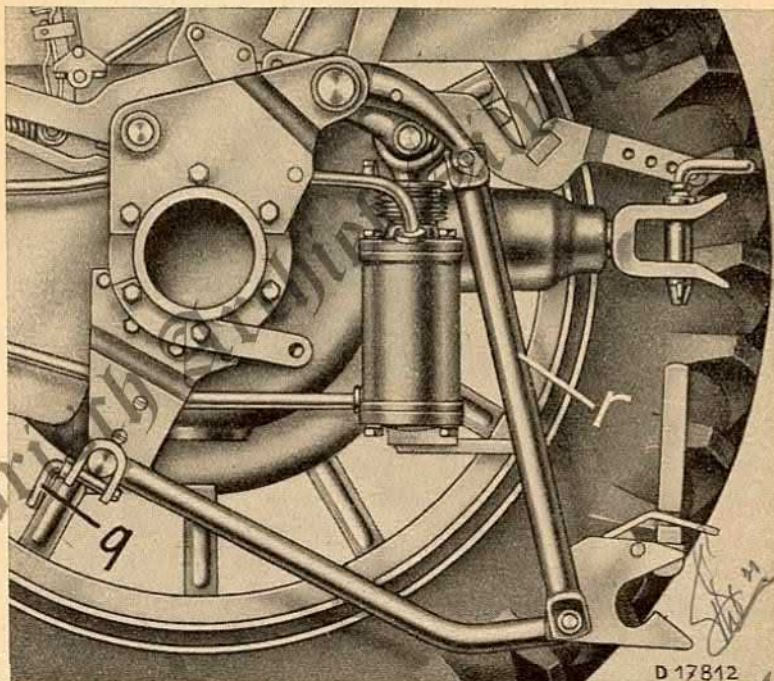

Bild 20
2. An Tragbock Steckbolzen q (Bild 20) entfernen, Lager an